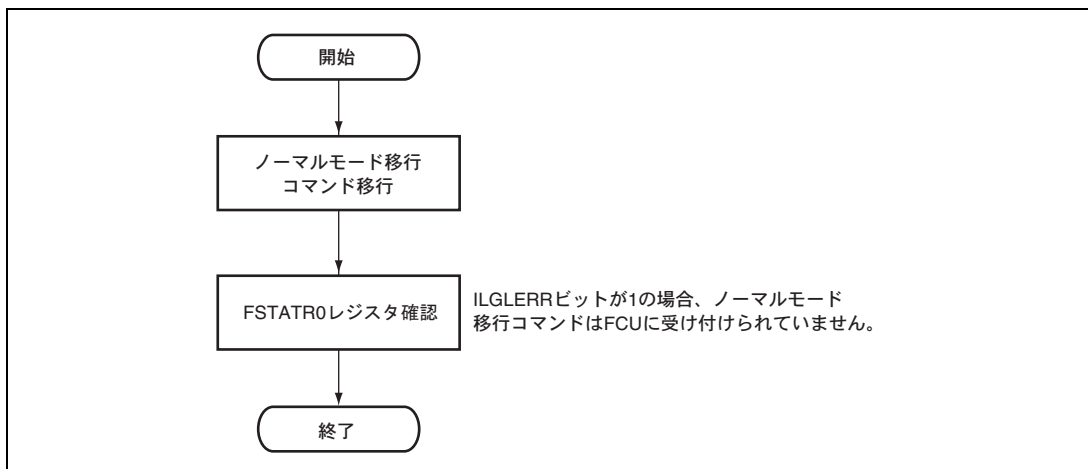

図 23.19 ROM P/E ノーマルモード移行コマンド使用方法
(6) ROM P/E ノーマルモード移行コマンド使用方法
ROM P/E ノーマルモードへの移行方法には、ROM リードモード時に FENTRYR レジスタを設定する方法（「23.6.3 (1) FCU RAM へのファームウェア転送方法」を参照）と ROM P/E モード時にノーマルモード移行コマンドを発行する方法（図 23.19）があります。ステータスリードモード移行、ロックビットリードモード移行コマンドの使用方法もノーマルモード移行コマンドの使用方法と同様です。